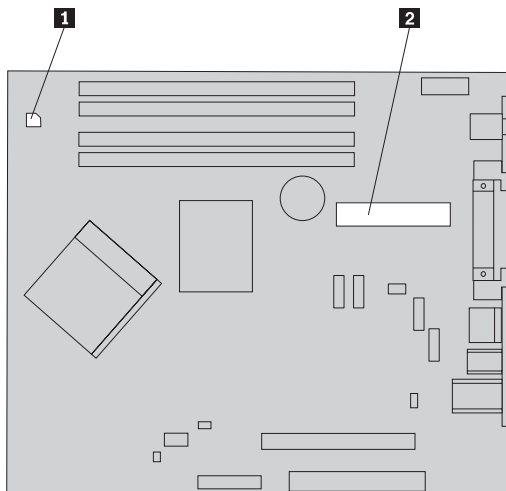

Рисунок 19. Разъемы материнской платы
6. Отсоедините кабели питания **1** и **2** от материнской платы и ото всех дисководов. Смотрите рис. 19.